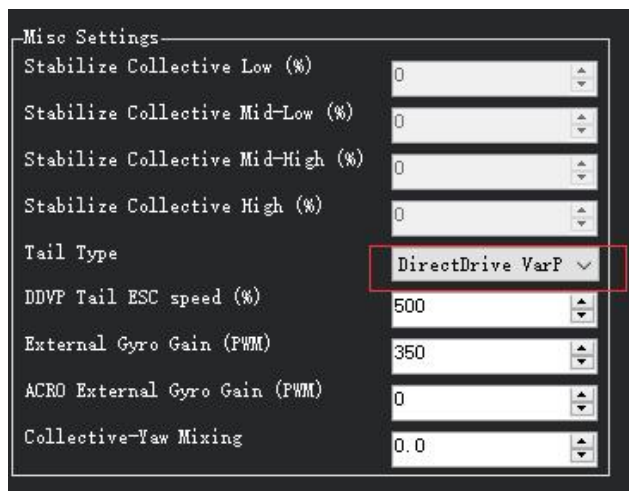
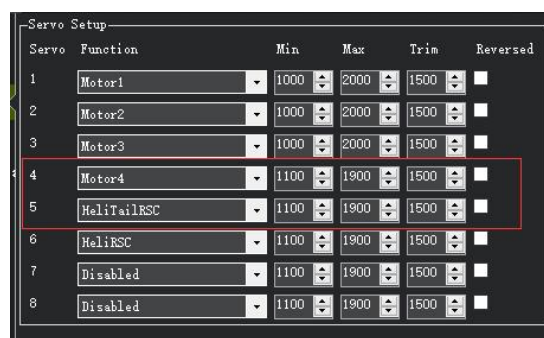

图 5 配置成 Direct Drive Variable Pitch (DDVP)
图 6 配置输出通道
3. Direct Drive Variable Pitch (DDVP)：电机驱动可变螺距，控制系统由一个舵机和一个电机组成，尾桨由电机驱动，电机的电调由 ArduPilot 控制。偏航是通过尾桨桨距舵机进行控制。如下图 5 所示，在 Tail Type 下拉菜单中选择 Direct Drive Variable Pitch (DDVP)即可配置为使用电机驱动可变螺距控制。如下图 6 所示，将参数 SERVOx\_FUNCTION 设置成 Motor4 来控制尾桨桨距舵机（默认为 4 通道输出）。因为 Mini Pix 只有 6 个通道，因此需要将 5 通道设置成 “HeliTailRSC” 控制尾电机（默认为 7 通道输出）